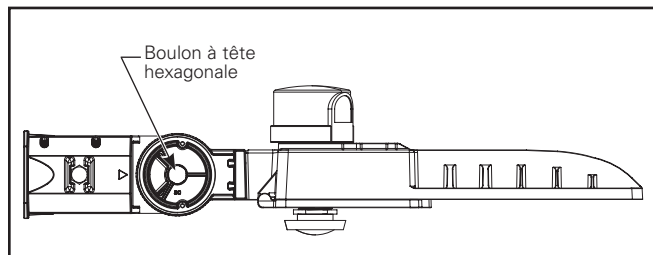

Figure 4.
3. Ajustez l'adaptateur d'emboîtement à l'angle souhaité en desserrant suffisamment le boulon hexagonal central pour le tourner et le régler. Resserez le boulon hexagonal central à un couple de 13,5 Nm (120 po-lb) (figure 4).